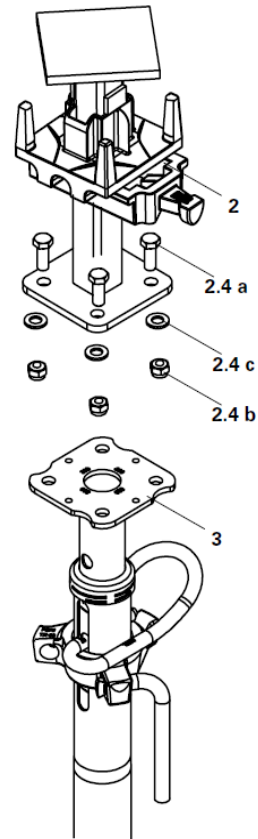

Fig. A2.05
3. Usar o parafuso M12 (2,4 a), a cavilha (2,4 b) e o disco (2,4 c) para fixar o bastidor (3) ao Cabeçal (2). (Fig. A2.05)